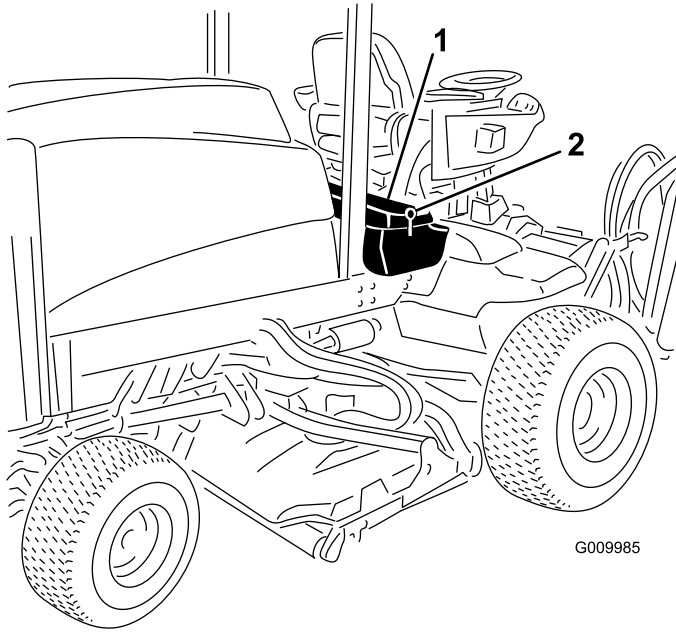

Bild 49
1. Lösen Sie den Riegel für die Abdeckung des rechten Ablagekastens und heben Sie die Abdeckung hoch (Bild 49).